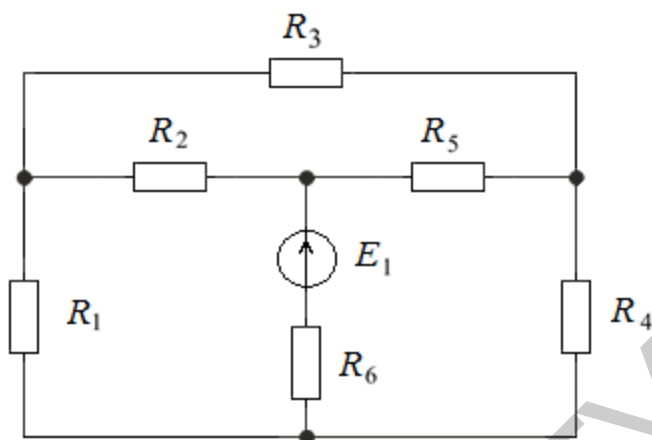

Рис. 77
10. Определить эквивалентное сопротивление R_3 электрической цепи (рис. 77) относительно зажимов источника ЭДС E_1 , если $E_1 = 15$ В; $R_1 = R_2 = 2$ Ом; $R_3 = 3$ Ом; $R_4 = 4$ Ом; $R_5 = 5$ Ом; $R_6 = 1$ Ом.